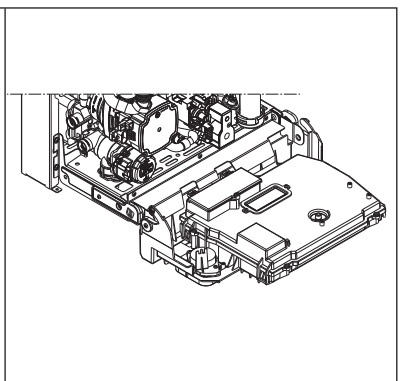

fig. 3.6a
- sollevare, quindi ruotare il cruscotto verso di sé (fig. 3.6a)